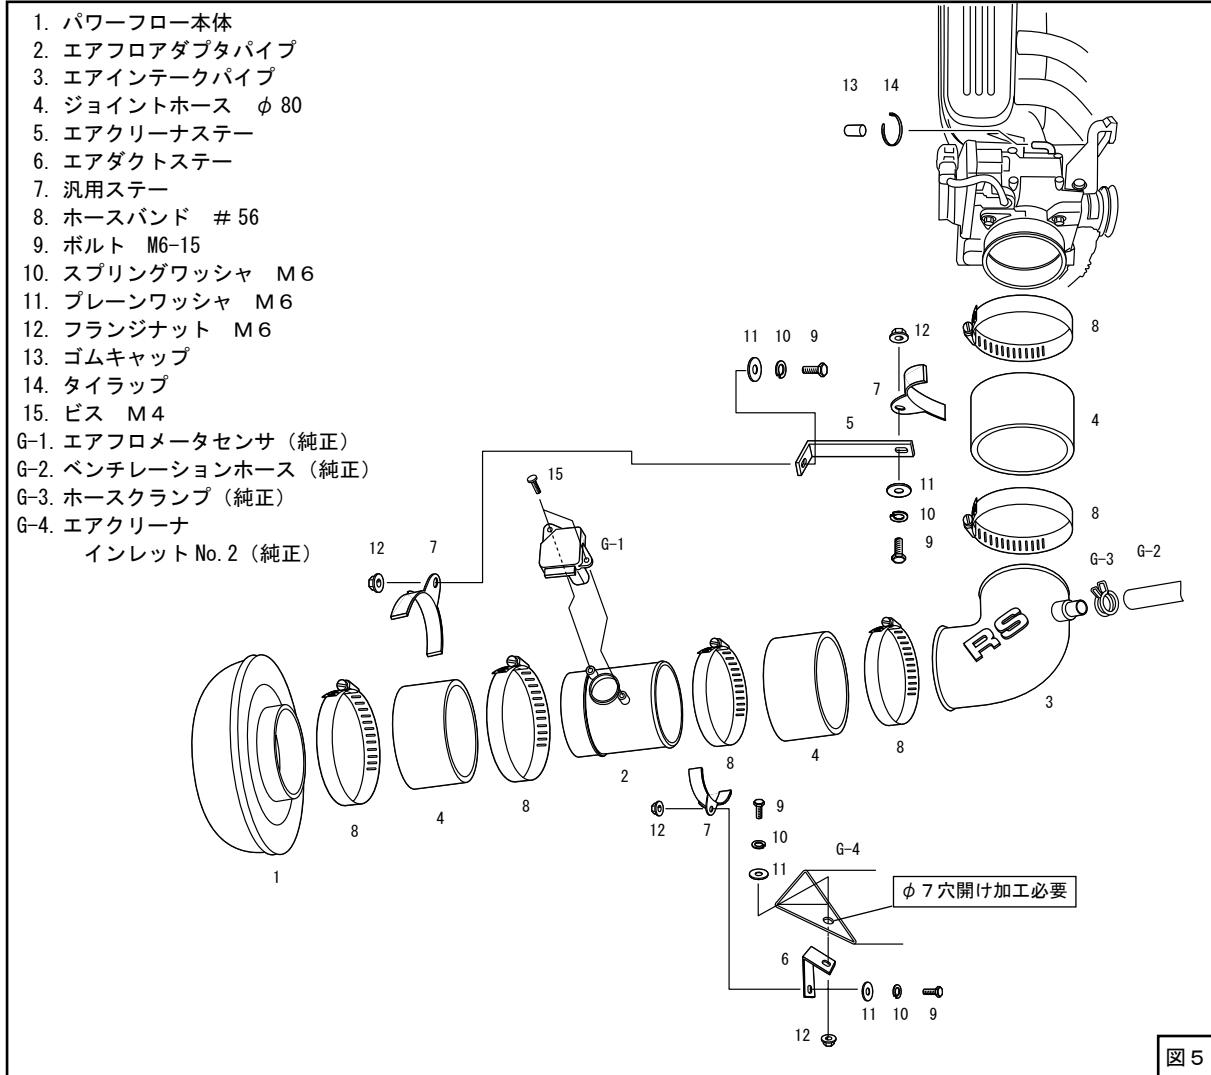

図5
- (1) スロットルのφ 4 ニップルにゴムキャップを取り付け、外れないようにタイラップで固定してください。（図5）
(締付けトルク 2.0 ~ 3.0N·m[0.2 ~ 0.3kg·m])（図4、図5）
(3) キットパーツを組付けてください。 (図5)
(4) エアクリーナインレット No.2 を仮付けし、エアダクトステーと位置を合わせてエアクリーナインレット No.2 に取付け用穴 (φ7) を開けてください。 (図5)
(5) パワーフロー本体がボディなどと干渉しないように位置を決めてください。位置が決まったら、ホースバンド・ボルトを固定してください。この時ホースバンド・ボルトを締めすぎないようにしてください。
(図 5、図 7、図 8)